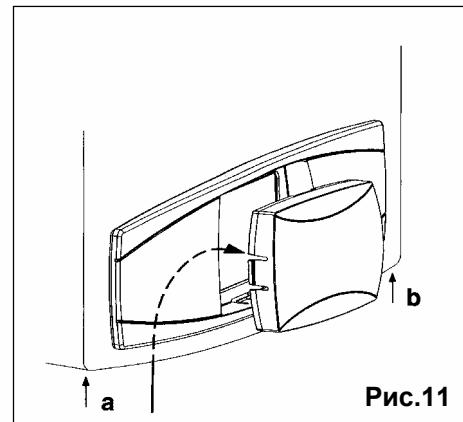

Рис.11
1. Отвинтить два винта (а - б рис.11), которые фиксируют корпус котла;
2. Приподнять слегка корпус и рукой выдавить наружу крышку передней панели (рис.11);
6. Закрыть корпус котла, завинтить два винта, которые его фиксируют (рис.11).
- отвинтить два винта (**a - b** рис.11), которые фиксируют корпус котла;